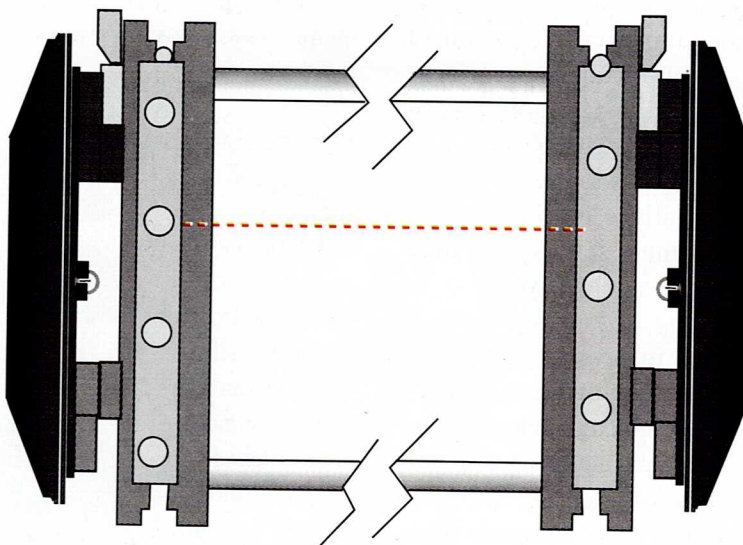

Figura 4.85. Dientes de tracción desalineados por el uso continuo
- Otra de las causas es la vejez del pequeño sistema mecánico de tracción de la impresora, el cual con el tiempo, la posición de sus dientes se desajusta y no concuerda en ambas cremalleras, figura 4.85. Aunque el papel se inserte correctamente, debido a la mala alineación de los dientes, el documento saldrá inclinado con respecto a sus bordes.